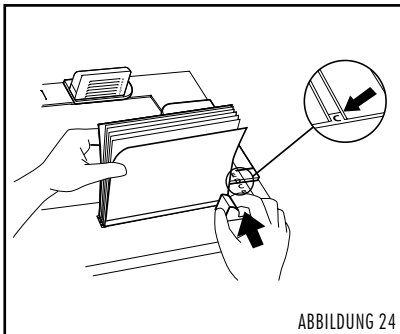

ABBILDUNG 24
1. Bestimmen Sie mit Hilfe der Rückenbreiteanzeige auf dem Bindepult die erforderliche Rückenbreite des Buchdeckels (siehe Abbildung 24). Sollte die Rückenbreite C überschritten werden, stecken Sie die grünen Plastikstifte in die dafür vorgesehenen Schlitze, um ein Verrutschen des Dokumentes während des Bindevorgangs zu vermeiden.